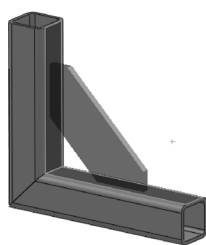

图 6-114 “角撑板”的倒角
- “倒角”按钮：单击此按钮可为角撑板设置倒角，以便为角撑板下的焊缝留出空间，如图 6-114 所示，其参数设置与倒角基本相同，此处也不做过多叙述。